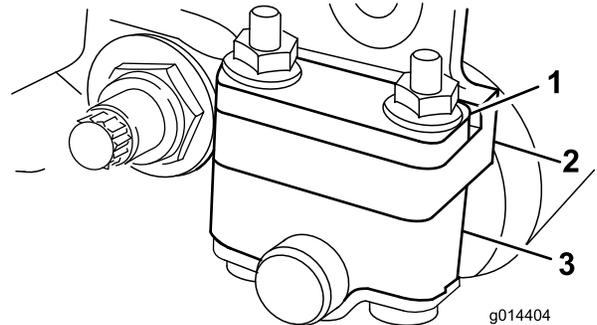
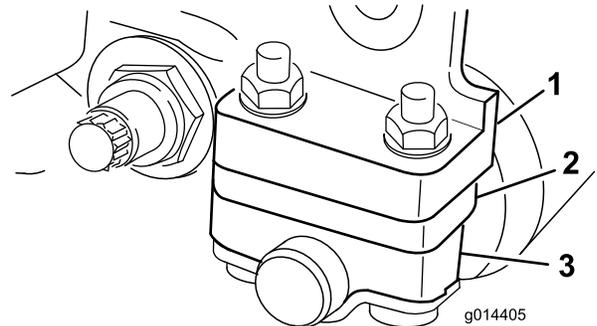

图11
图12
根据您想要的剪草高度范围需要将后滚筒支架图11或图12调整到较低或较高的位置
- 如图11所示当剪草高度设置介于 1.56mm 之间时将隔片放在侧板安装法兰的上方出厂设置。
- 如图12所示当剪草高度设置介于 325mm 之间时将隔片放在侧板安装法兰的下方出厂设置。
4. 需要时将隔片放入滚筒支架上方或下方的螺丝上图11或图12。